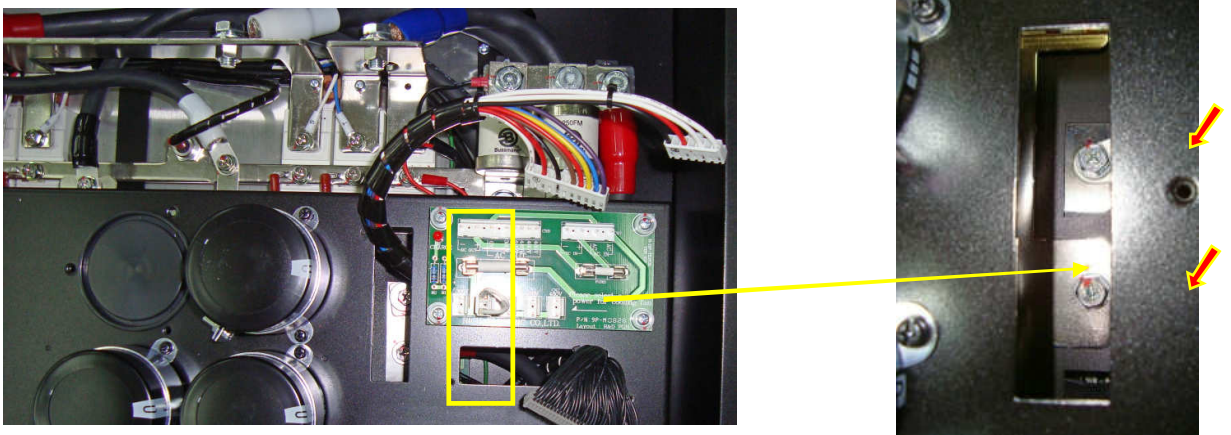

Рис. 6.17.
6.11.2. Выкрутить 2 винта крепления силовых проводов к шинам «+» и «-», показанных на рис. 6.17 (красные стрелки), и положить их в тару.